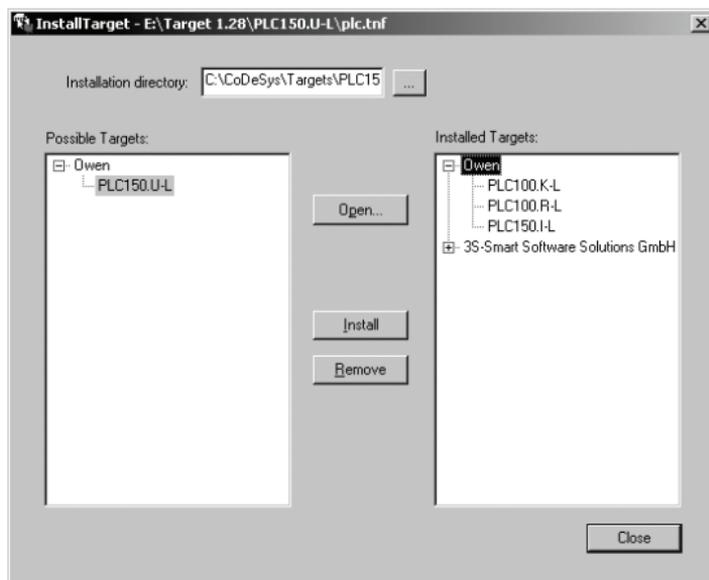

Рисунок 5.1 — Окно «InstallTarget» утилиты InstallTarget
1) В открывшемся при запуске утилиты **InstallTarget** окне (рисунок 5.1) – нажать кнопку Open и указать путь доступа к инсталлируемому Target-файлу (имеющему расширение *.tnf, Target Information File). Target-файлы контроллеров ОВЕН ПЛК154 находятся на компакт-диске, поставляемом с контроллером, в папке «Target» или могут быть скачаны с сайта www.owen.ua. При скачивании с сайта папку с Target-файлами надо разархивировать и сохранить на жестком диске ПК.